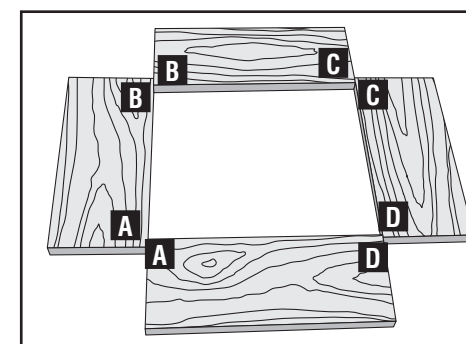

Fig. 18
PASO 2: Nivele las esquinas "A", "B", "C", y "D" (Fig. 18).